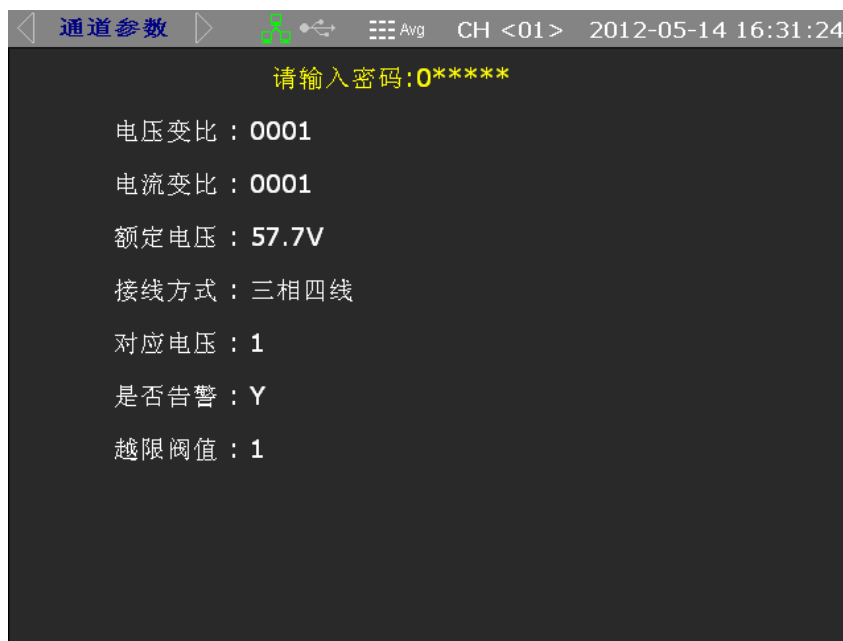

图 9 通道参数设置界面
2.6 在任何界面下按“**ESC**”键，按“”和“”键选择“通道参数”，按“**Enter**”键进入“通道参数”设置界面。按“**F1**”键，出现请输入密码信息，如图 9 所示：